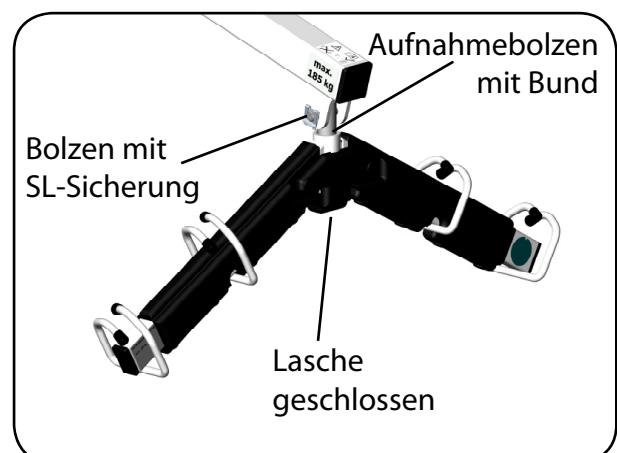

Abb. 6.1.12 - Transportbügel montiert
13. Befestigen Sie den Transportbügel mit dem eingesteckten Aufnahmebolzen am Hebearm, indem Sie den Bolzen durch die Bohrungen am Hebearmende stecken. Sichern Sie den Bolzen mit der SL-Sicherung (Abbildung 6.1.12) und schließen die Bügelpolsterung (Lasche).